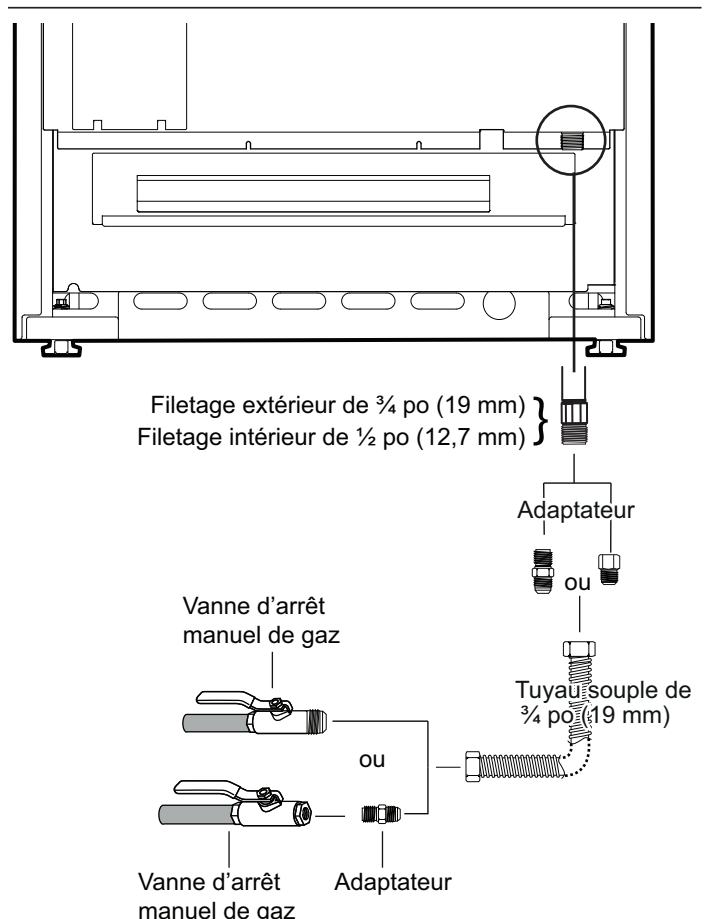

Figure 9 : Raccordement à l'approvisionnement de gaz
2. Utilisez un raccord à gaz souple de 3/4" entre l'alimentation en gaz et le tuyau d'arrivée de gaz de l'appareil. Le tuyau d'arrivée de gaz de toutes les cuisinières est situé en bas à droite. (Voir Figure 9). Le tuyau d'arrivée de gaz de l'appareil est de type NPT 1/2".